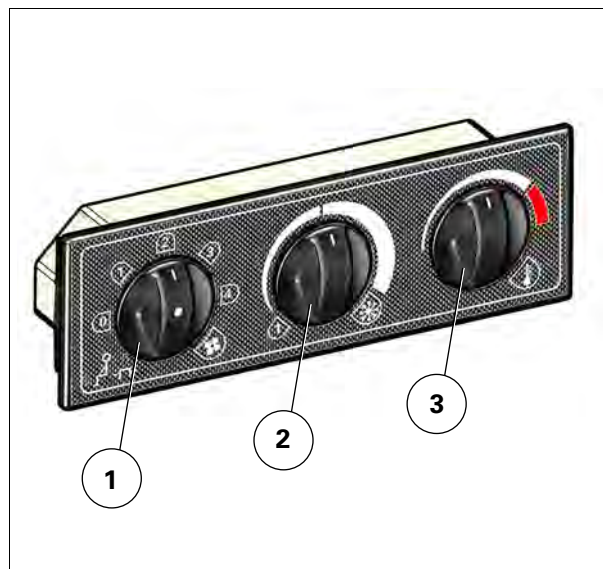

Рис. 26.
- Рукоятка управления вентилятором ((1)) используется для регулировки частоты вращения вентилятора (от 0 до 4) рис. 26.
- Рукоятка регулировки термостата ((2)) используется для регулировки температуры кондиционирования воздуха рис. 26.
- Рукоятка регулировки обогрева ((3)) используется для регулировки температуры обогрева рис. 26.